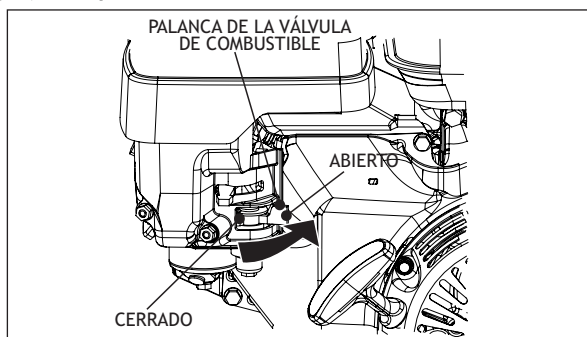

Fig 2. Palanca de cerrado de combustible
1. Mueva la palanca de cierre del combustible (Fig 2) a la posición "ON" "ABIERTO"